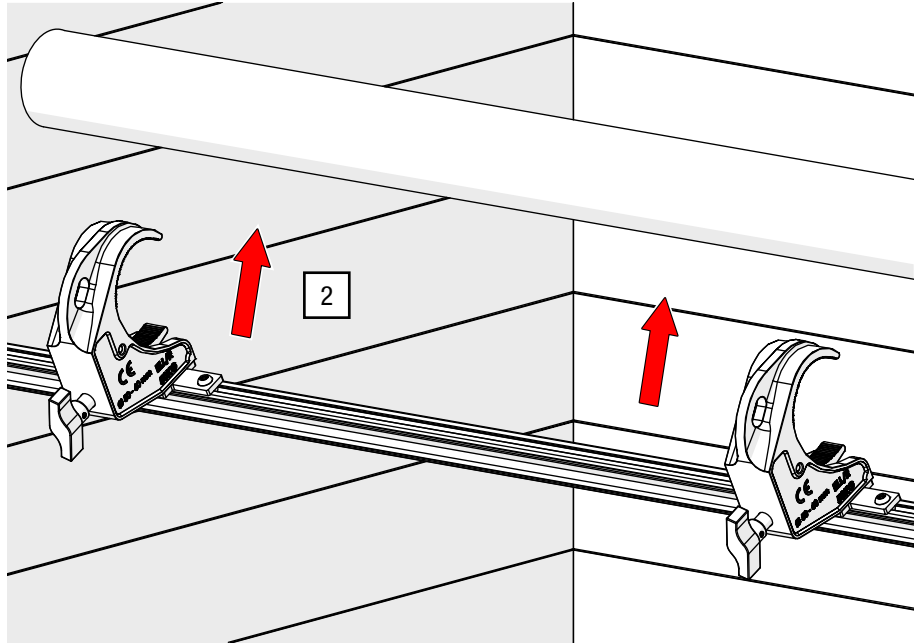

Abb. 45: G-CLAMP direkt – Auf Rohr positionieren
2. Öffnen Sie die G-CLAMP und positionieren Sie diese am bauseitigen Tragwerk (siehe Abb. 45).